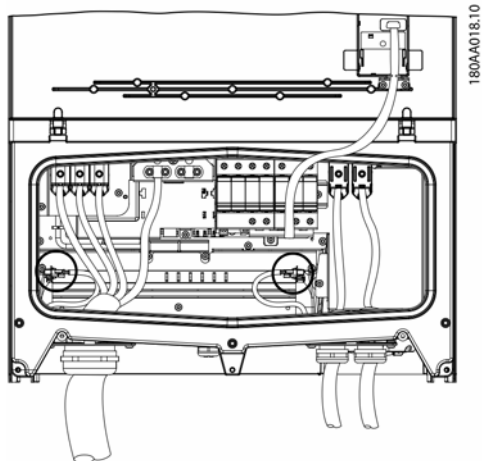
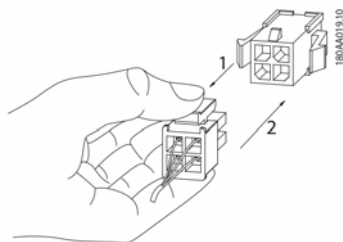

図 1.1
図 1.2
3. ファンに電力を供給している2本の黒いケーブルを緩めます。ケーブルのコネクタは、左端と右端にあります。図1.1は黒いケーブルが接続されている位置を、図1.2の(1)はケーブルのコネクタを外す方法を示します。スナップ式のロックを緩めてから、ケーブルを外してください。
- 2本のケーブルのプラグをコネクタにカチッとはめ込みます。図 1.1 と図 1.2 の (2) を参照してください。